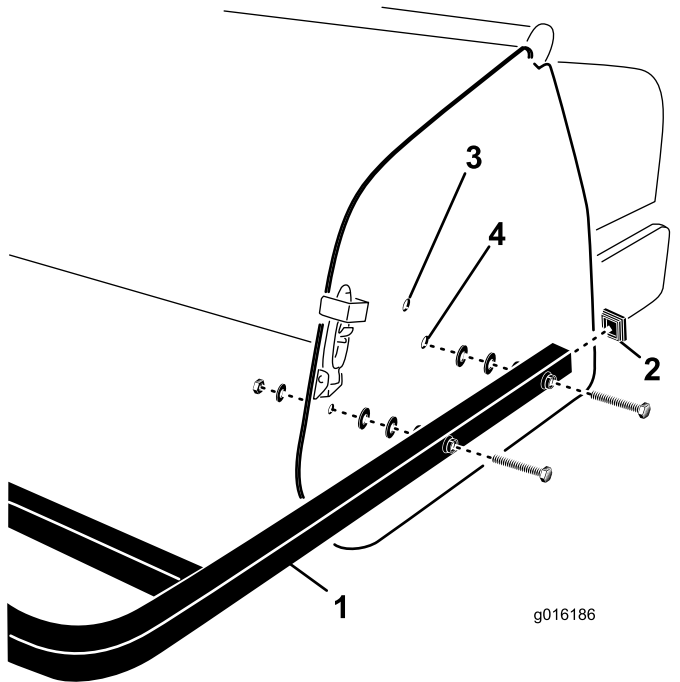

Figura 32
1. Inserite i tappi terminali nelle estremità dei tubi della protezione posteriore (Figura 32).
2. Allineate i fori nei tubi di montaggio protezioni posteriori con quelli esistenti sulle piastre laterali dell'arieggiatore (Figura 32).
3. Fissate i tubi di montaggio della protezione sulle piastre laterali con 4 viti, rondelle piane e dadi (Figura 32).